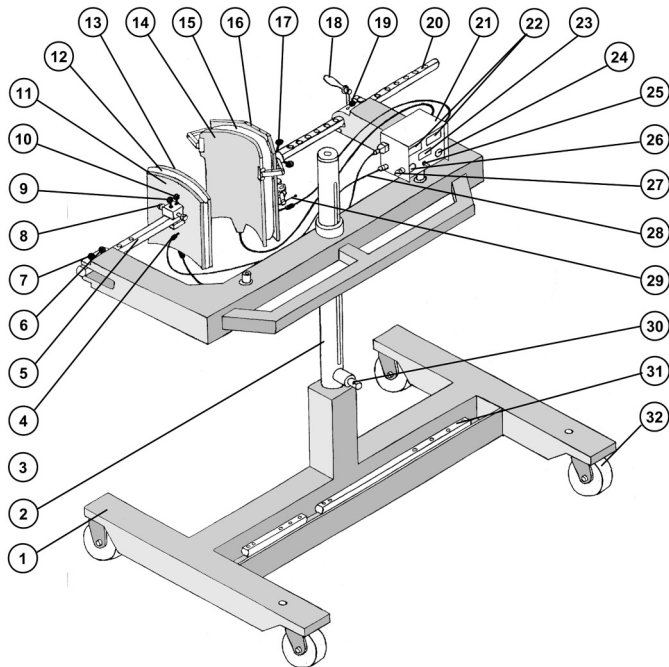

рис. 1
5.2 Собрать вулканизатор согласно рис.1.
• Вставив рукоятку в адаптер 30 (см. рис.1) или используя электродрель со специальной насадкой установить скобу 3 вулканизатора по центру шины.